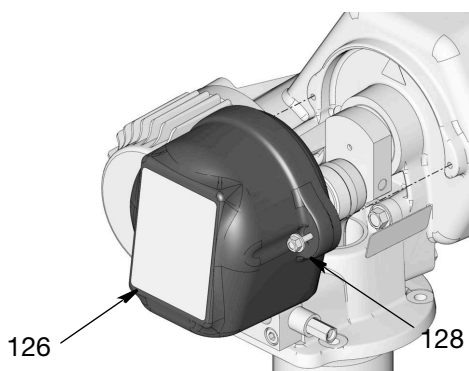

图 52
27. 使用螺栓 (128) 重新装好盖子 (126)。用扳手拧紧螺栓 (图 52)。